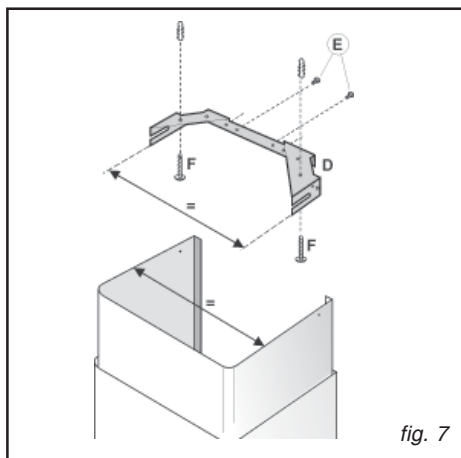
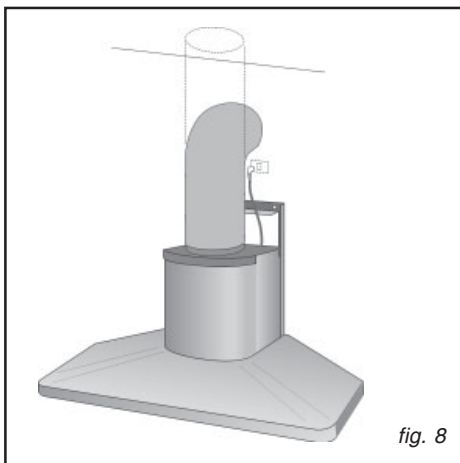
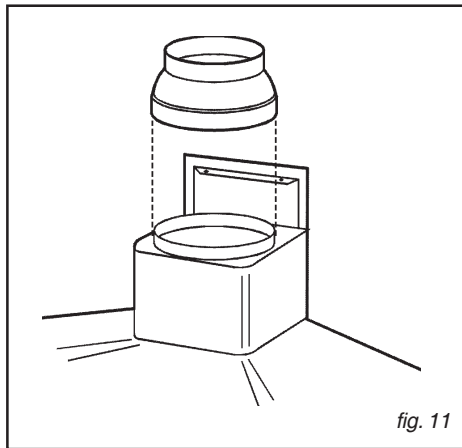

fig. 7
fig. 8
fig. 11
- Régler la largeur de l'étrier de support (D) de la cheminée à l'aide des vis (E) indiquées sur la fig.7.
- Ensuite, à l'aide des chevilles et des vis (F), fournies, fixer le support au plafond en faisant attention qu'il soit dans l'axe de la hotte.
- Raccordez le conduit pour l'évacuation de l'air à la bouche de sortie d'air de la hotte; utilisez un tuyau souple et bloquez-le sur la bouche de sortie d'air de la hotte à l'aide d'un collier métallique - fig.8
- Régler la largeur de l'étrier de support (D) du tuyau télescopique à l'aide des vis E indiquées à la fig. 7.
- Ensuite, à l'aide des chevilles et des vis (F) fournies, fixer le support au plafond en faisant attention qu'il soit dans l'axe de la hotte.
- Monter la réduction sur la hotte en face du point de sortie de l'air (fig. 11).